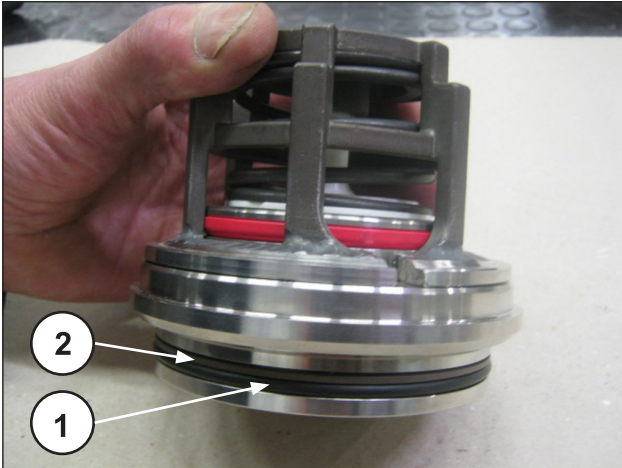

Fig. 184
Montar la junta tórica (pos. ①, Fig. 184) y la anilla antiextrusión (pos. ②, Fig. 184) en el alojamiento de la válvula de envío.